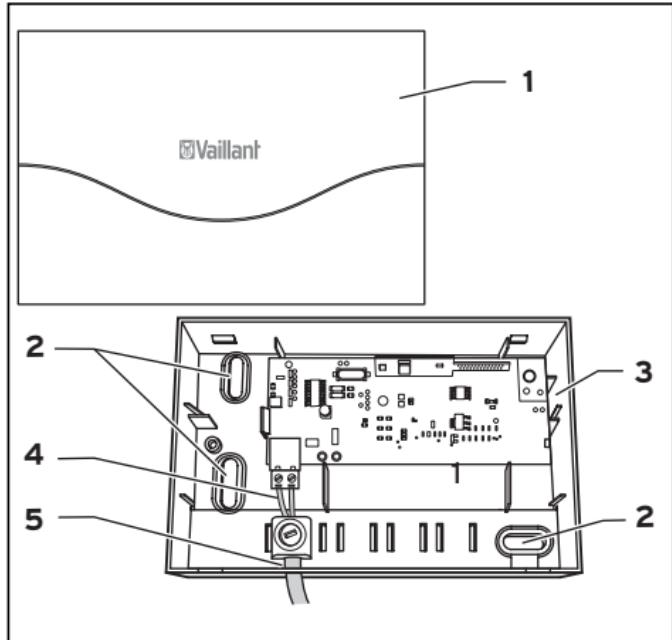

Fig. 9.2 Montage du récepteur
- Percez deux trous de fixation (**3**) de 6 mm de diamètre (conformément à la fig. 9.2), insérez ensuite les chevilles fournies.